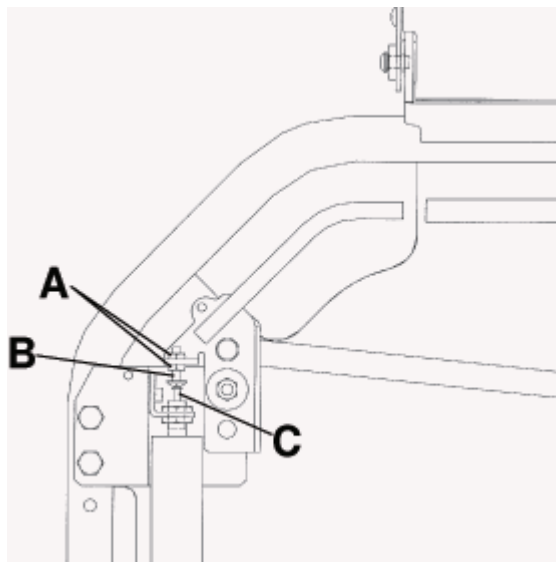

Figure 12 – Réglage du dossier du relève-buste pneumatique 5051
4. À l'aide de deux clés mixtes de 3/8 po, desserrer les deux écrous (A) de la vis de réglage (B) (Figure 12). Si le dossier du relève-buste ne maintient pas sa position, tourner la vis de réglage vers le haut, en l'éloignant de la broche de